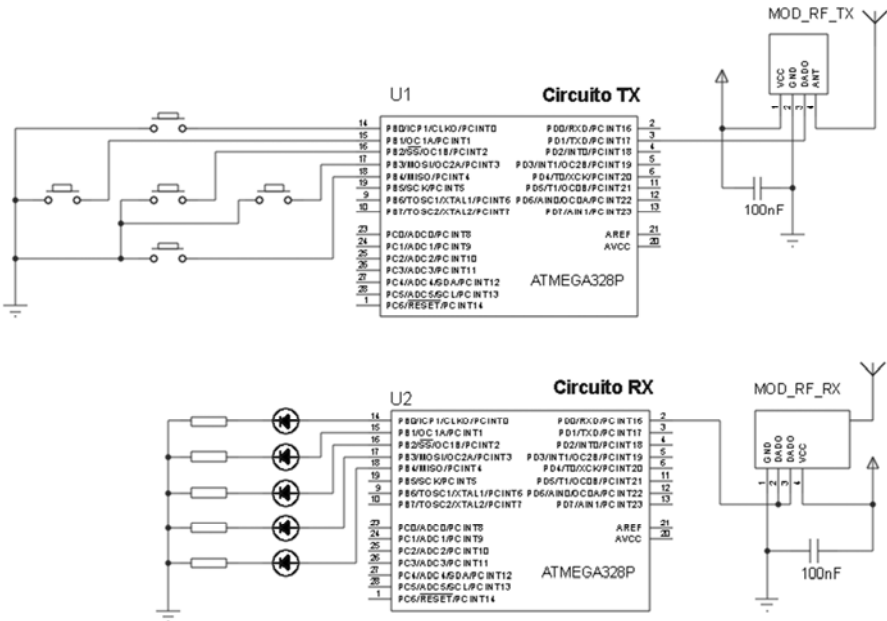

Fig. 15.12 – Controle remoto por RF.
15.4 – Faça um programa para ligar 5 LEDs em um circuito com um módulo RF RX de acordo com os botões ligados a um módulo RF TX, conforme apresentado na fig. 15.12. Isto é, faça um controle remoto onde cada botão aciona um único LED.